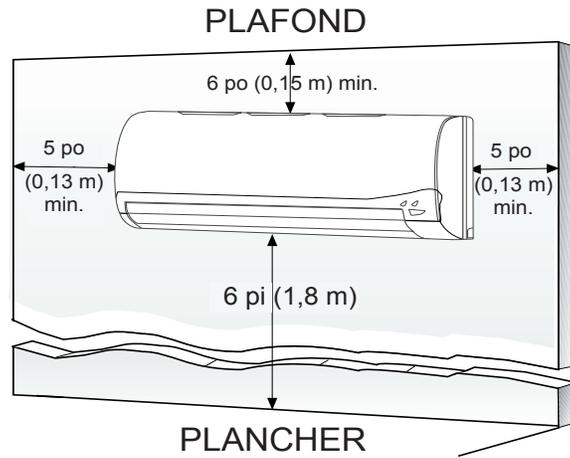

Figure 14 – Dégagements – montage mural en hauteur
- Emplacement qui fournit les dégagements appropriés (consultez la figure 14).